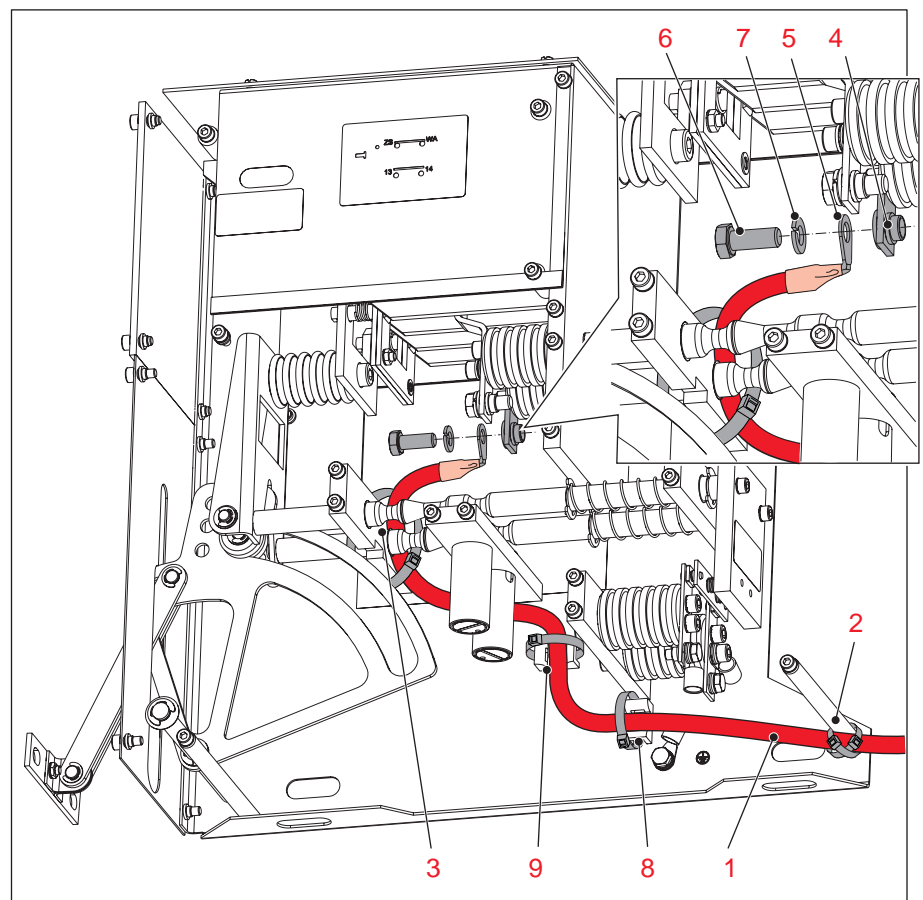

Bild 4: Verlegung und Anschluss der Hochspannungskabel
2. Das Kabel ZS (1) an der rechten Seitenwand (von hinten gesehen) von der Rückseite unterhalb des Querbolzens (2) in das Gerät einziehen, siehe **Bild 4**.
3. Anschließend das Kabel ZS (1) über die vordere Lagerbrücke (3) zum ZS-Kontakt (4) verlegen, siehe **Bild 4**.
4. Kabelschuh (5) des ZS-Kabels mit Sechskantschraube M8 (6) und Sperrkantring (7) am ZS-Kontakt anschließen, siehe **Bild 4**.
5. Das Kabel ZS an folgenden Stellen mit Kabelbindern sichern, siehe **Bild 4**:
- an der Lagerbrücke (3),
- und am hinteren Querbolzen (2).